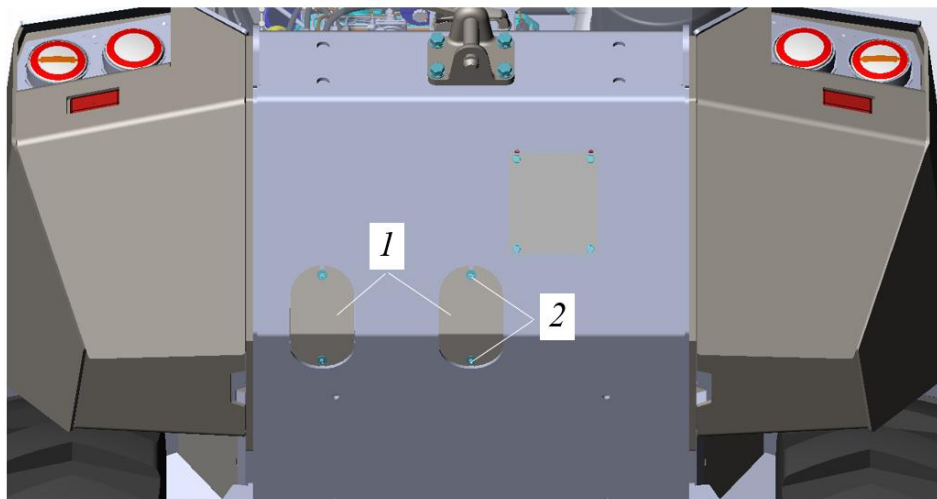

Рисунок 5.17. Технологический лючок (крышка)
- ▶ Открыть лючок поз.1 в днище под моторным отсеком, для этого открутить два винта поз. 2, рис.5.17. Для двигателя Д-245 необходимо снять левый лючок, а для двигателя ЯМЗ-534 правый.